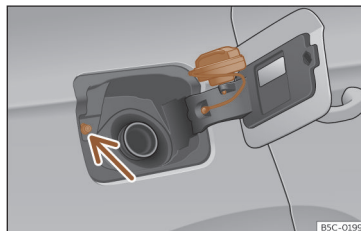

Fig. 203 Tampa do depósito com o tampão encaixado.
- Coloque-a no espaço existente na dobradiça da tampa aberta >>> **Fig. 203.**
Evite tocar no botão de bloqueio da tampa de combustível >>> **Fig. 203** (seta). O sistema entenderá que acabou e não poderá continuar a abastecer. Volte a pressionar o botão da porta do condutor para continuar.